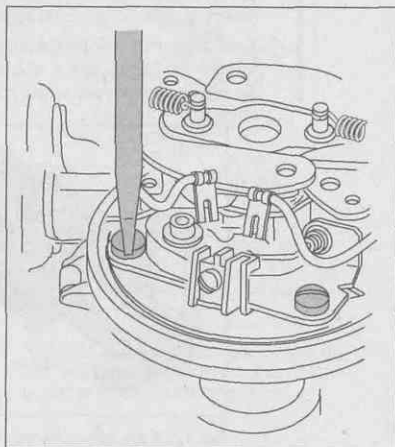

Рис. 12.30. Открутите винты, которыми крепятся контакты
2. Снимите старые контакты, открутив один или несколько винтов, которыми они крепятся (рис. 12.30).